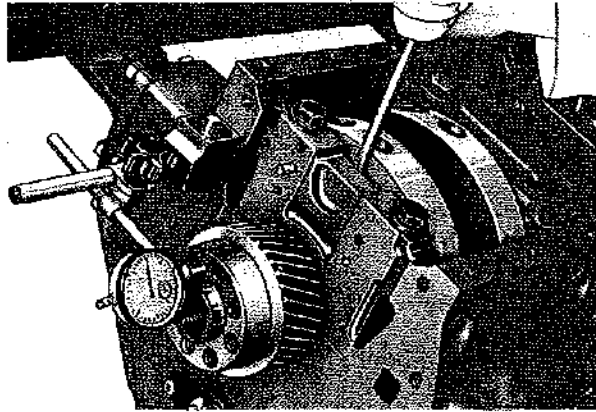

Fig. 28
- Verificare con comparatore a base magnetica che il gioco fra il supporto centrale provvisto di spallamenti ed i rasamenti dell'albero motore sia mm. $0,12 \div 0,24$ (Fig. 28). Se il gioco supera detto valore montare anelli di spessore maggiorato $+0,1$ e $+0,2$ mm. Il massimo gioco d'usura è $0,40 \div 0,50$ mm.